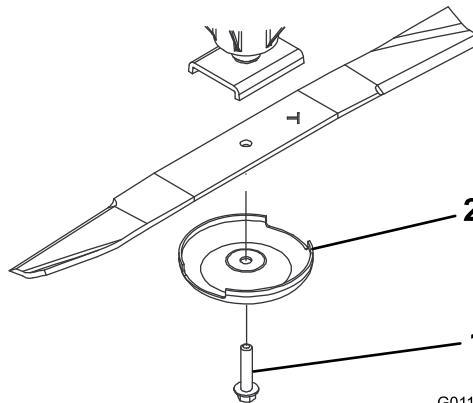

Рисунок 126
- Снимите болт ножа, защитный колпак и нож с вала шпинделя (Рисунок 126).